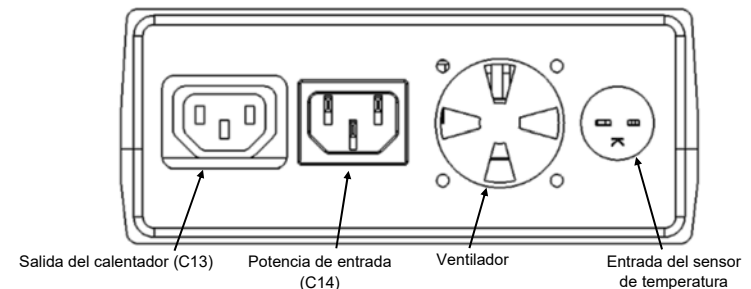

Figura 1
- Conecte el cable de entrada de suministro eléctrico al receptáculo de suministro eléctrico del controlador (véase Figura 1).
- Conecte el cable de alimentación del calentador al receptáculo de salida del controlador de temperatura (véase la Figura 1).